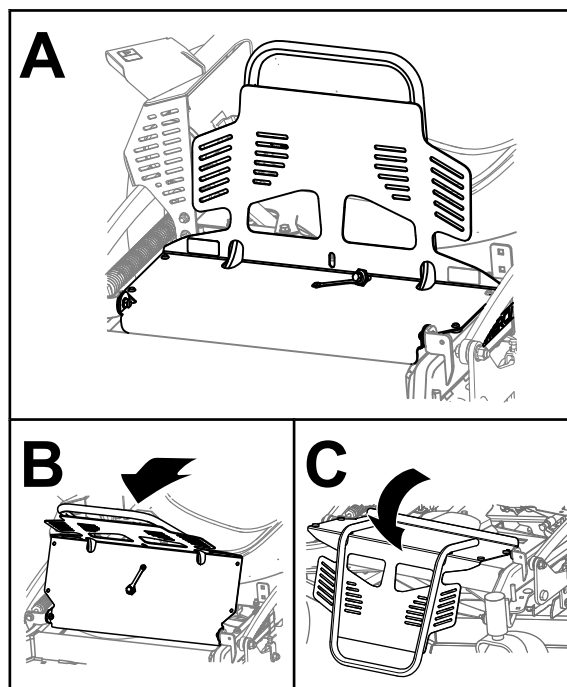

Bild 30
2. Drehen Sie den Motorschutz nach vorne, wie in Bild 30 dargestellt.